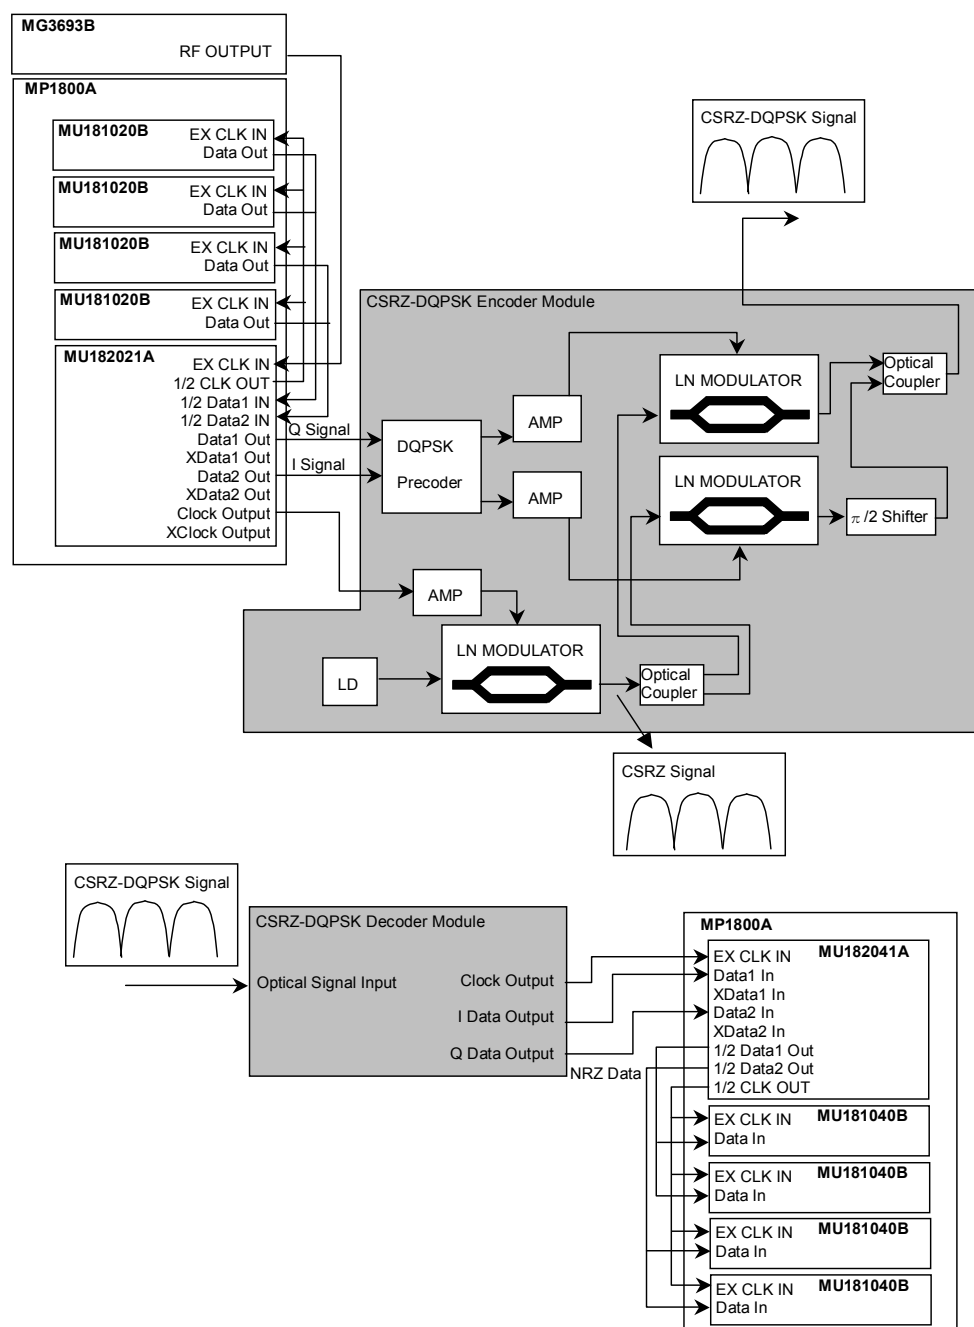

図5.2-1 DQPSK 伝送試験接続図
- 1) 図5.2-1 接続図に従って MP1800A, MU181020A/B, MU182021A, MU181040A/B, MU182041A, MG3693B を接続します。
- 応用部品の同軸ケーブルまたは同等の同軸ケーブルを使用して入出力信号を接続します。このとき, ケーブルの芯線はピンセットなどでショートして使用してください。接続は, 図 5.2-1 を参照してください。